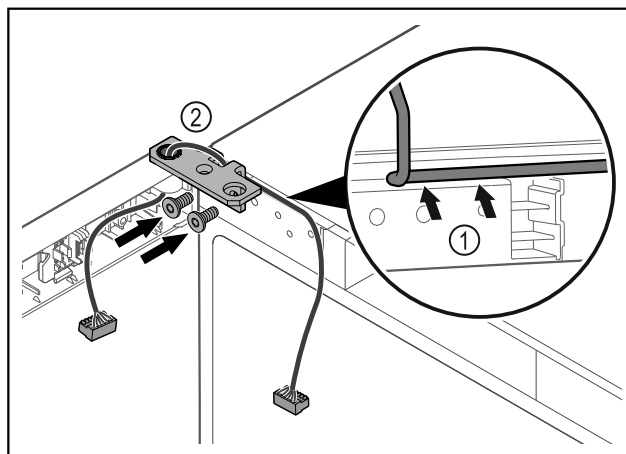

Fig. 48
- ▶ Prevlečte kábel cez vybranie uholníka závesu a opatrne ho položte Fig. 48 (1).
- ▶ Naskrutkujte uholník závesu Fig. 48 (2).